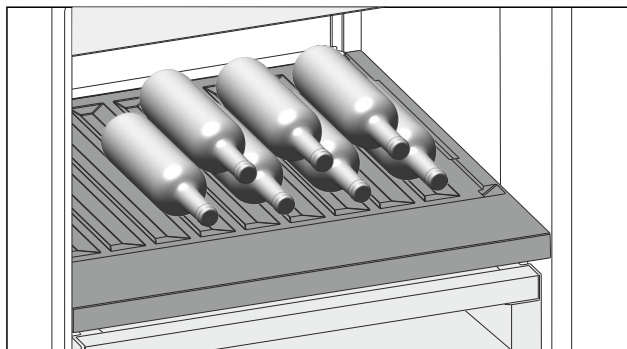

Fig. 150
- Láhve ukládejte dnem dozadu k zadní stěně. (viz Fig. 150)